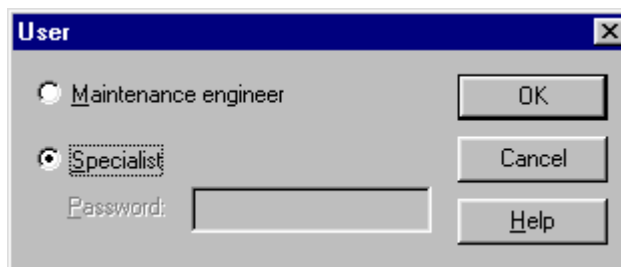

Figura 2.8 - Acesso Corretos pelo Simatic PDM
- 3- Depois de seleccionar o equipamento correto é apresentada uma janela que permite dois tipos de acesso: acesso de especialista ou de manutenção. Se o usuário for um engenheiro de manutenção, ele pode fazer apenas mudanças necessárias para operação e manutenção. Porém, se ele for um especialista, poderá ter acesso completo. Este acesso pode ser protegido por uma senha. Veja Figura 2.8.